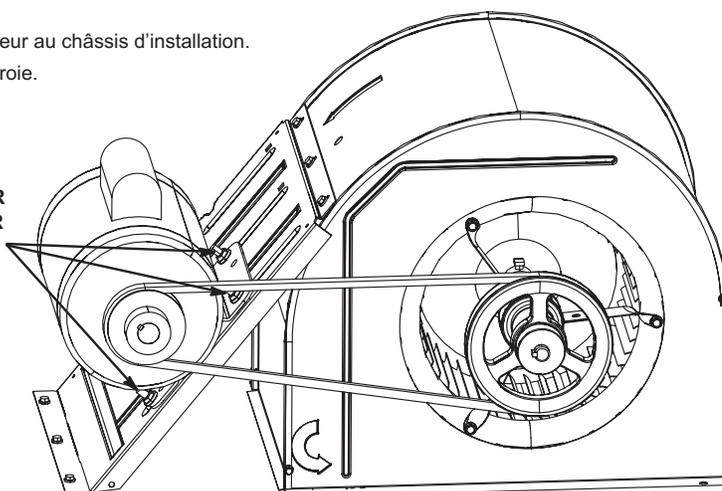

FIGURE 10
- 5- La vitesse du ventilateur peut être réglée au niveau de la poulie du moteur. Desserrez la vis Allen et tournez la poulie réglable dans le sens des aiguilles d'une montre pour augmenter le débit. Tournez dans le sens inverse des aiguilles d'une montre pour diminuer le débit. Reportez-vous à la FIGURE 10. Ne dépassez pas les nombres minimum et maximum de tours de poulie indiqués au TABLEAU 1.
- 1 - Desserrez les quatre boulons qui fixent la base du moteur au châssis d'installation. Reportez-vous à la FIGURE 10.